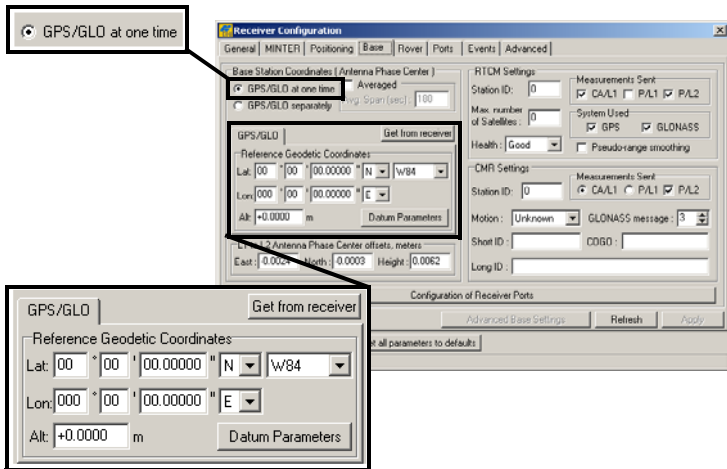

Figura 3-12. Configuración de la Base
9. Para el receptor Base, haga clic en la pestaña *Base* y defina los siguientes parámetros (Figura 3-12 de la página 3-17), a continuación haga clic en **Apply**.